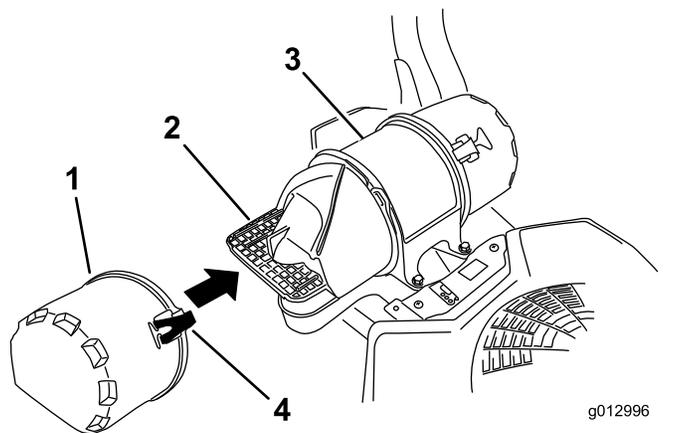

Figure 54
- Ouvrez les dispositifs de verrouillage du filtre à air et séparez le couvercle d'entrée d'air du boîtier du filtre (Figure 54).
- Reposez le couvercle d'entrée d'air et fixez-le avec les verrous (Figure 54).